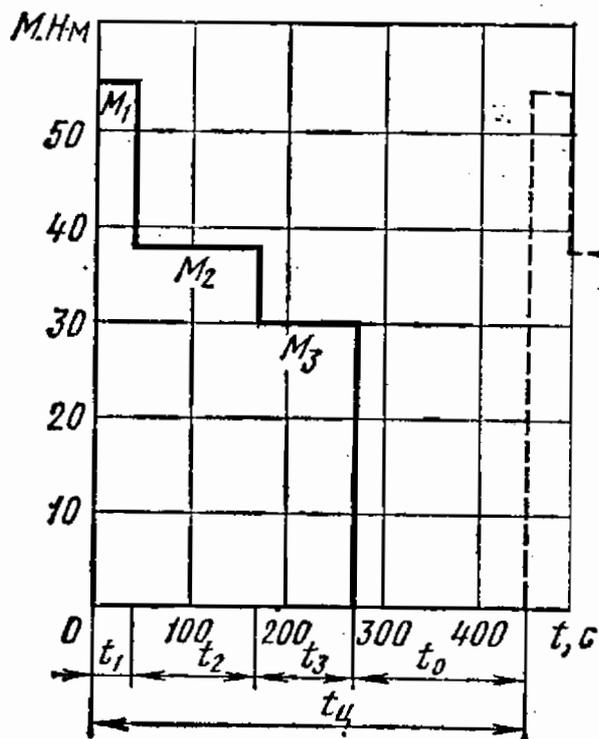

Рис. 17.6
17.6. Определить мощность и выбрать по каталогу двигатель для привода механизма, имеющего цикловой график момента нагрузки, приведенный на рис. 17.6.